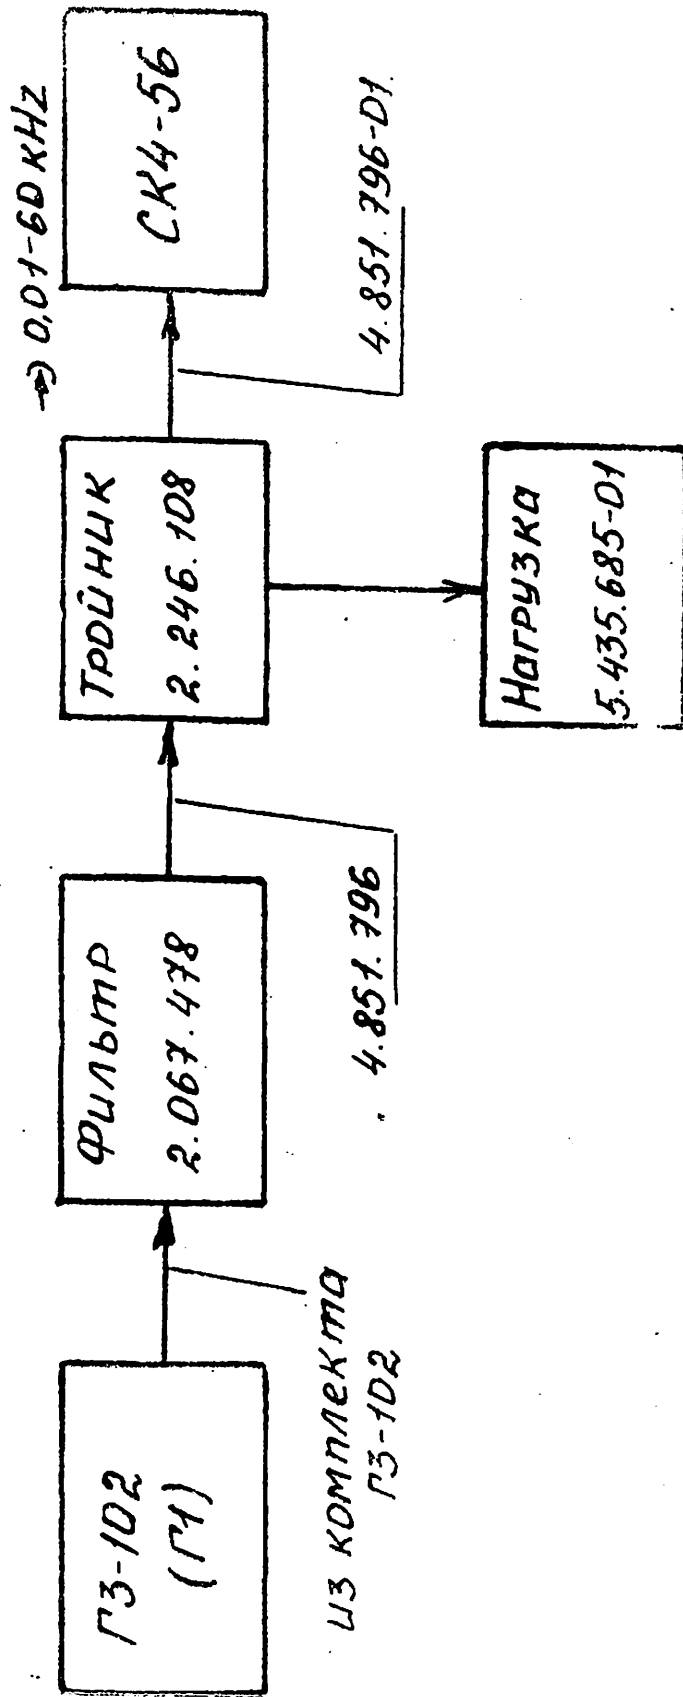

Рис. 11. Структурная схема поверки гармонических искажений
10.3.14. Относительный уровень помех, обусловленных гармоническими искажениями, определяется по структурной схеме рис. 11.